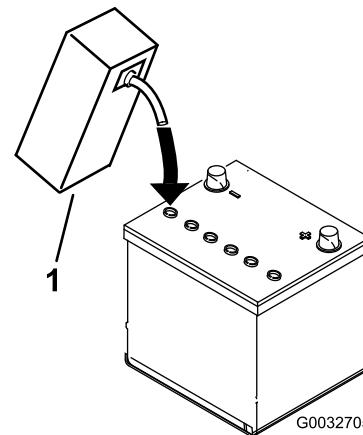

図 7
- 各セルの電極板が液面下 6mm程度に水没するまで、電解液を慎重に入れる図 7。
- 電極板が液を吸収するまで2030分間程度待つ。必要に応じて、電極板が 6mm程度水没するぐらいに電解液を補充する図 7。